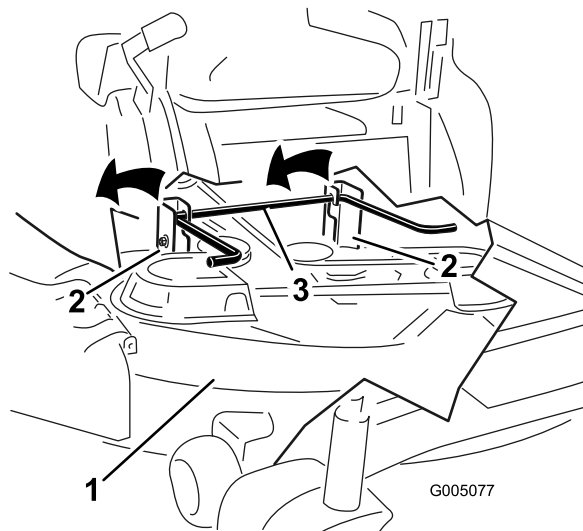

Figure 57
- 5. Soulevez et déposez le tablier de coupe et les supports de la tige de levage arrière et abaissez le tablier au sol avec précaution (Figure 57).
5. Soulevez l'arrière du tablier de coupe et guidez les supports sur la tige de levage arrière (Figure 57).